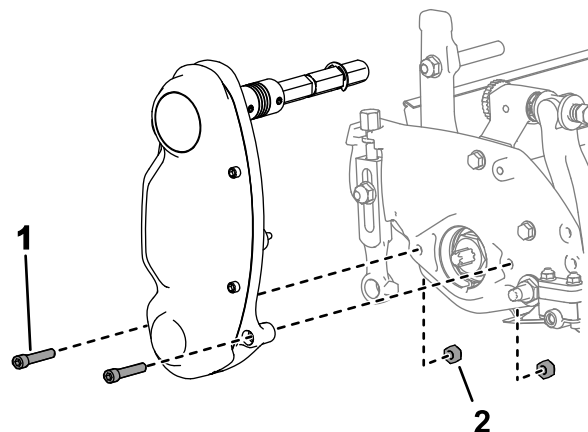

図 13
1. リール駆動アセンブリをサイドプレートに固定している部品を外す 図 13。
2. サイドプレートの内側からナットを外す 図 13。